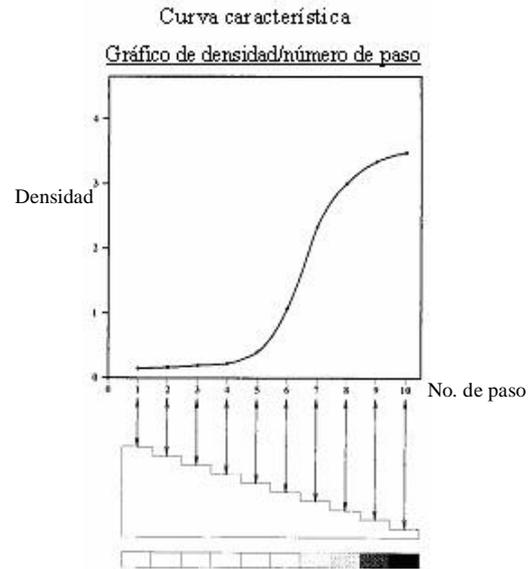

Fig. 5-2 Curva característica típica, mostrando la relación de la densidad con el número del paso .
- Trace el gráfico con el número de paso en el eje horizontal (eje X) y sus valores de densidad en el eje vertical (eje Y). (Ver fig. 5-2).
- Una todos los puntos para obtener la curva (Ver fig. 5-2).